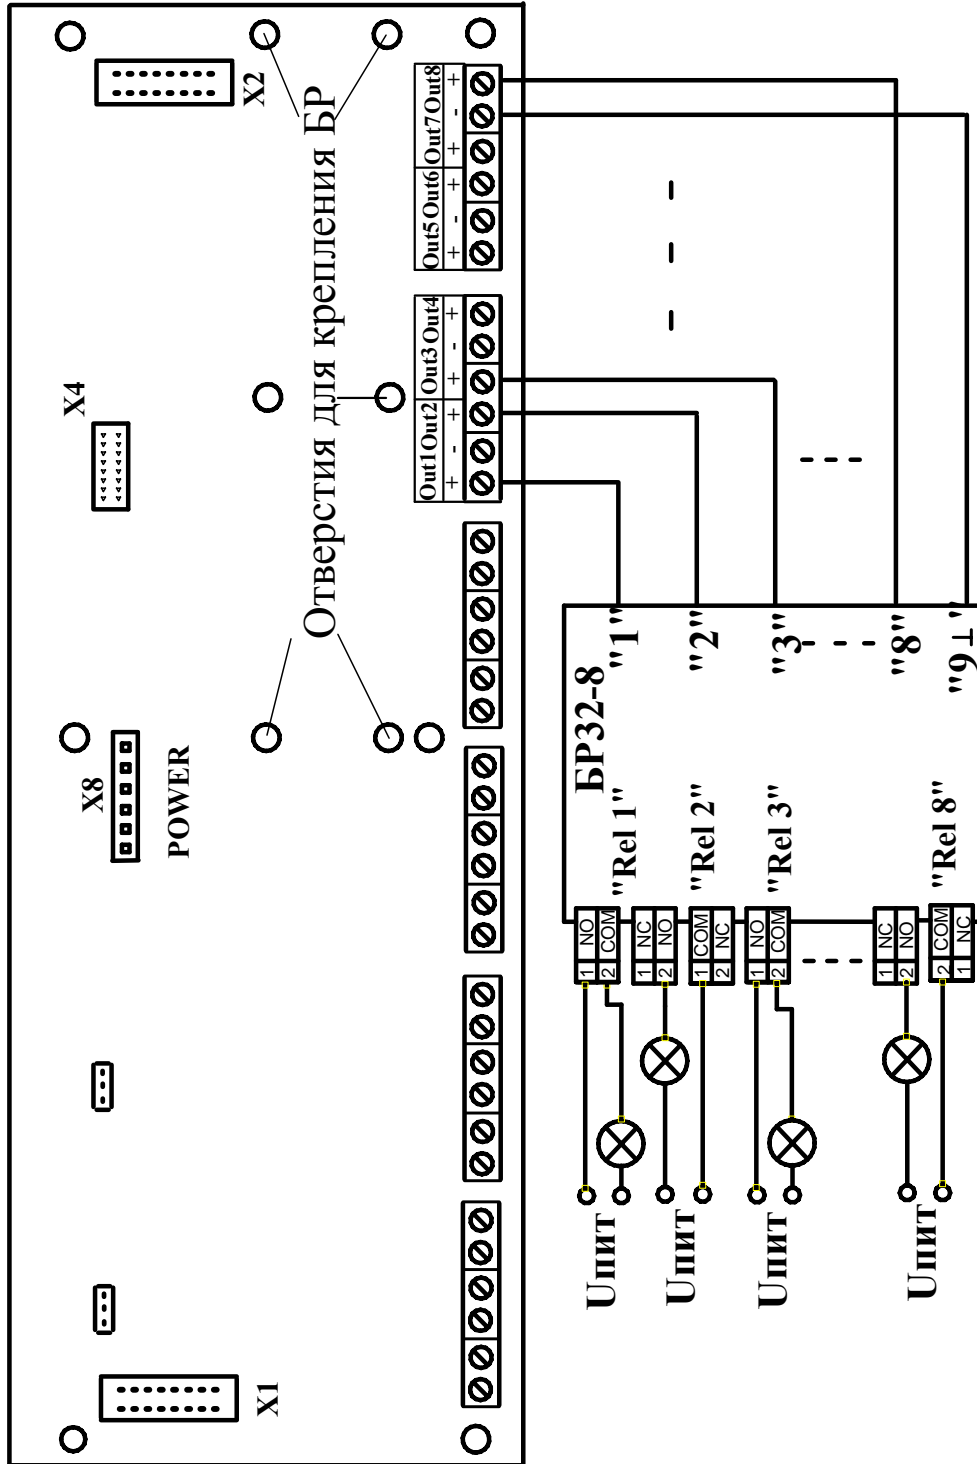

Рис.3
4.2 Установку БР необходимо производить сверху на блок ввода вывода (БВВ) при помощи межплатных фиксаторов, входящих в комплект поставки БР. Схема установки и вариант подключения БР приведена на рис. 3.